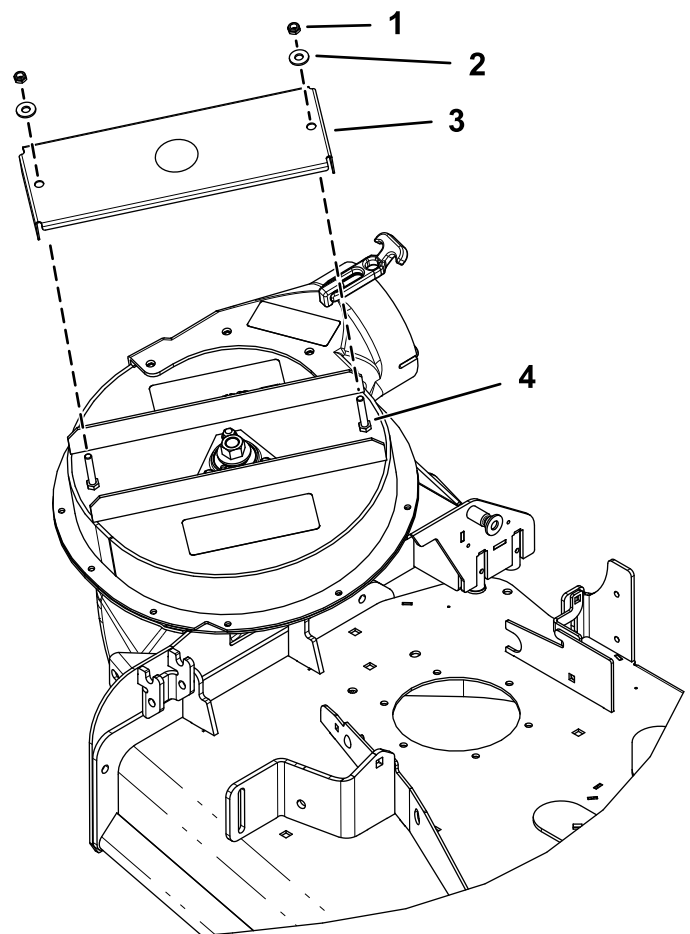

Figura 10
1. Retire las 2 tuercas y 2 arandelas que sujetan la cubierta del eje al conjunto del soplador (Figura 10).
2. Retire y deseche la cubierta del eje (Figura 10).